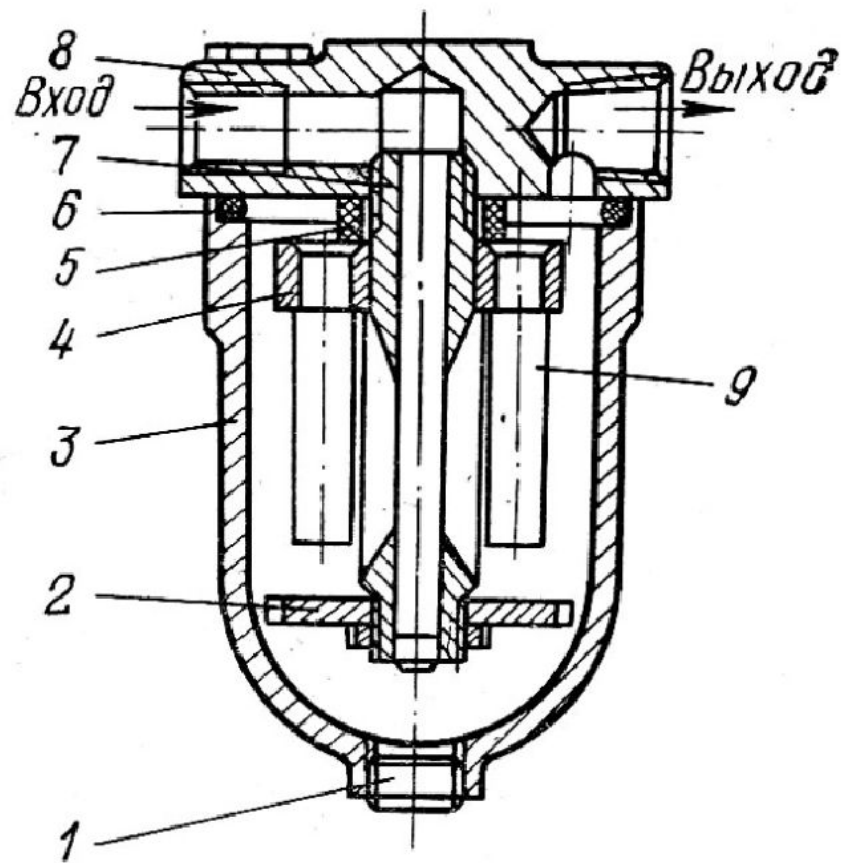

Рисунок 7 - Магнитный
***Сепараторы*** имеют неограниченную пропускную способность при малом сопротивлении. Принцип их работы основан на пропуске рабочей жидкости через силовые поля, которые задерживают примеси. В качестве примера на рис. 7 приведена конструкция ***магнитного фильтра С43-3***, предназначенного для улавливания ферромагнитных примесей. Фильтр состоит из корпуса 3, крышки 8 с ввернутой в нее латунной трубой 7 и